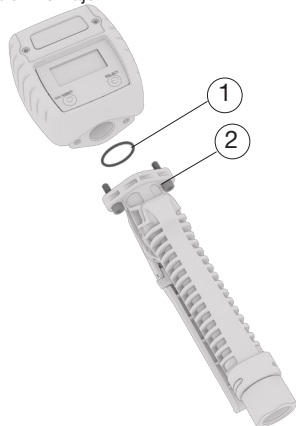

Fig. 2
- Para conectar la pistola a la red, mantenga fijo el cuerpo de la pistola y el extremo de la manguera mientras se hace girar el extremo libre de la rótula hasta lograr el apriete deseado (Fig. 2). La estanqueidad se puede lograr mediante la aplicación de sellador o cinta de PTFE.
- Se puede acoplar un equipo medidor a la pistola por medio de la brida de la pistola. Emplee una junta tórica (1) de tamaño 24 x 2 mm y dos tornillos (2) de M5 x 20 para el montaje.